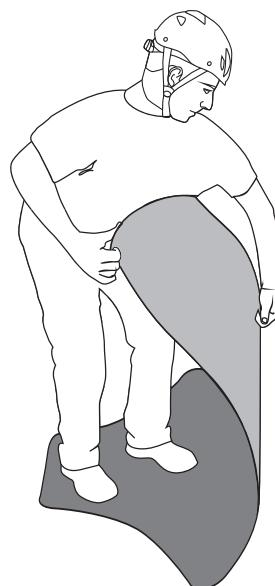

Fig.7
- Saque la camilla de rescate “**HALF ROLLY**” del saco de transporte (O) y retire la cinta con trinquete (N),
- extienda la superficie de apoyo (A) para nivelarla enrollando al revés los extremos y doblando la parte central (fig. 7),